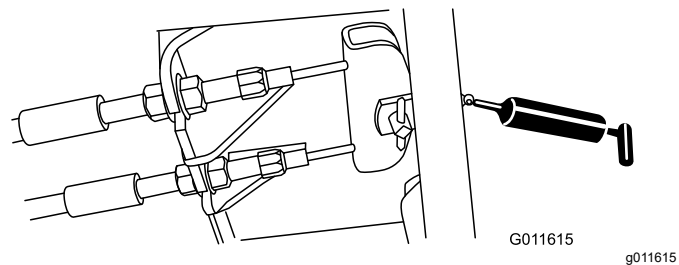

Figure 71
- Pédale de frein (1) – Figure 71